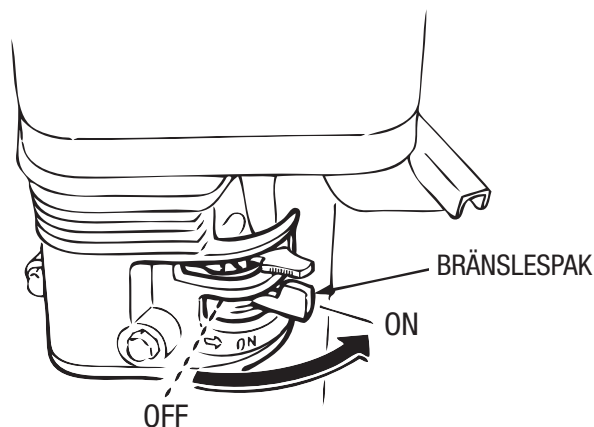

Bild 24. Bränsleventilspak
1. Ställ motorns bränsleventilspak (bild 24) i läge "ON".